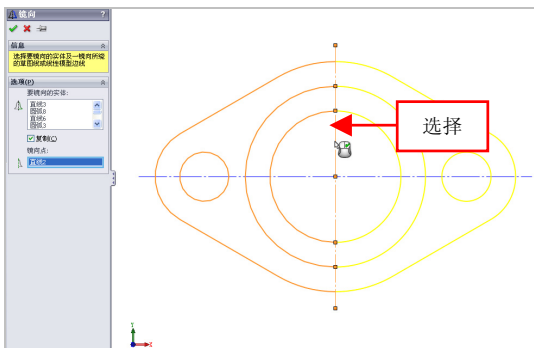

图 3-20 选择垂直中心线
(3) 弹出【镜向】属性管理器，在【镜向点】下方的空白文本框中，单击鼠标左键，选择垂直中心线，如图 3-20 所示。